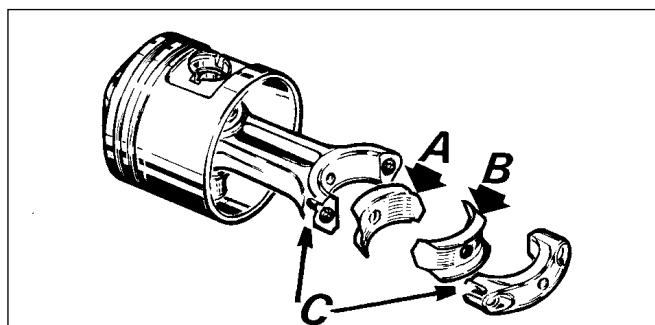

Abb. 12
- Vergewissern Sie sich, daß die Einbaumarkierungen an Pleuellagerschale und Pleuelstange übereinstimmen (Abb. 12).